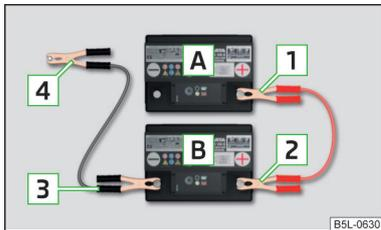

Fig. 187
- Fixez la borne 1 sur le pôle positif de la batterie déchargée [A] » fig. 187.